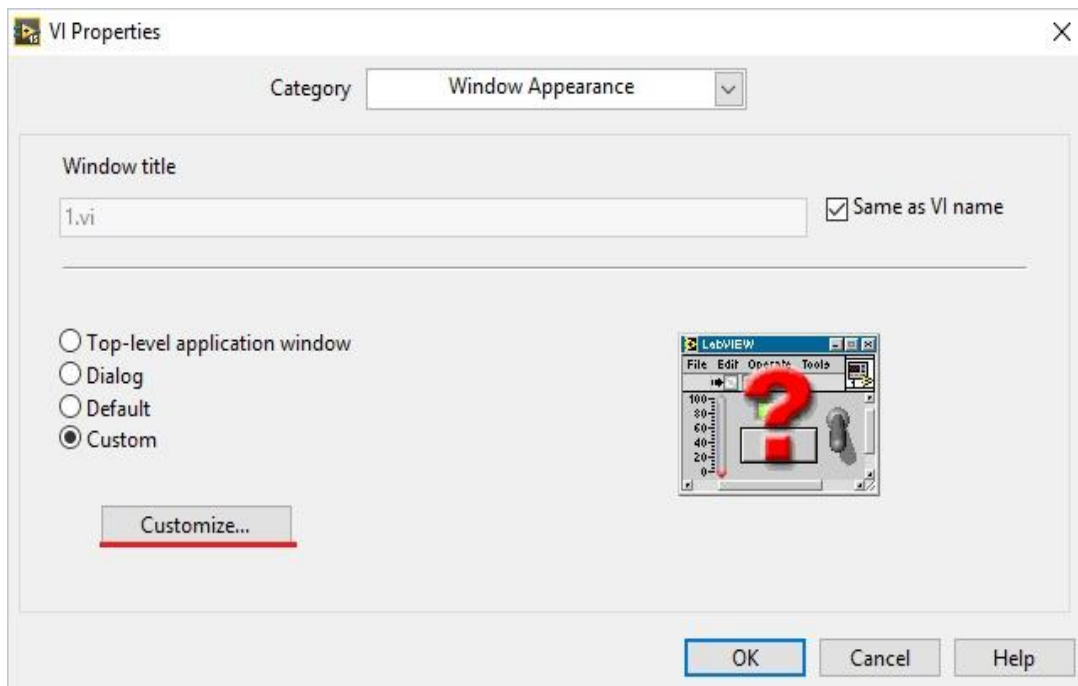

Рис.9.1.
- 4) Выбирается категория **Window Appearance** (см. рис.9.1). Чтобы наше приложение, было похоже на что то отдельное от Labview, выбирается пункт (**Custom**) и нажимается кнопка (**Customize**).